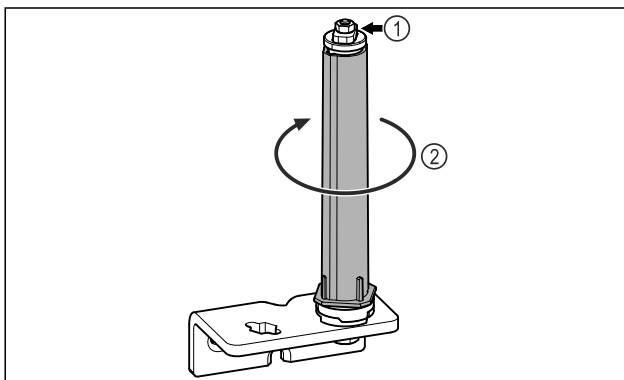

Fig. 22
- Älä pura ovijärjestelmää Fig. 22 (1) osiin.
- Käänä sulkujärjestelmää Fig. 22 (2), kunnes se naksahdaa.